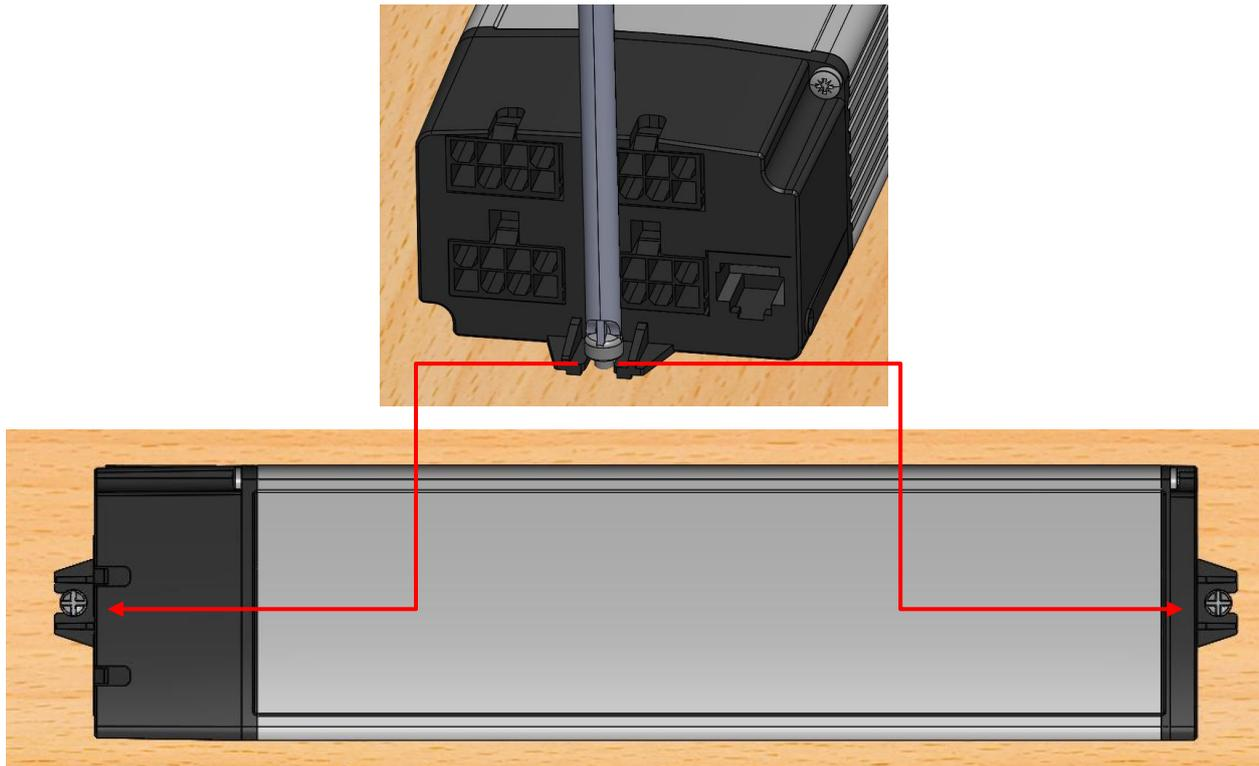

Abbildung 16 Befestigung der elektrischen Steuerung (2 Schraubverbindungen)
- ➔ Schrauben Sie die Steuerung fest an (Abbildung 16 Befestigung der elektrischen Steuerung). So vermeiden Sie Funktionsstörungen durch gelockerte Steckverbindungen oder ungewollte Geräuschentwicklung.